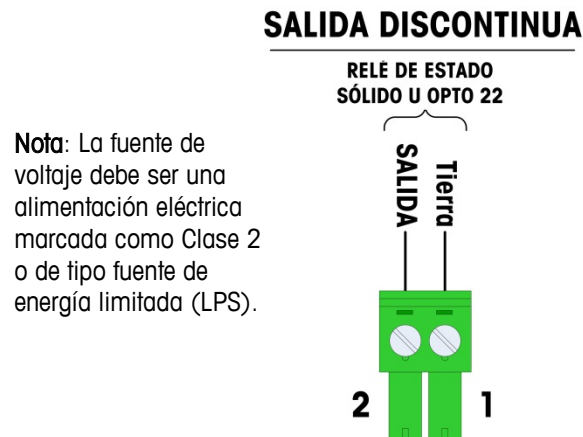

Figura A-42: Conector de salidas discontinuas de las celdas de carga analógicas
- Observe para el cable estándar de cuatro hilos: Si un incremento en la carga resulta en una disminución en el peso mostrado, invierta los cables de señal (+SIG y SIG). La Figura A-42 muestra las definiciones de cableado para el conector de salida discontinua de las celdas de carga analógicas.